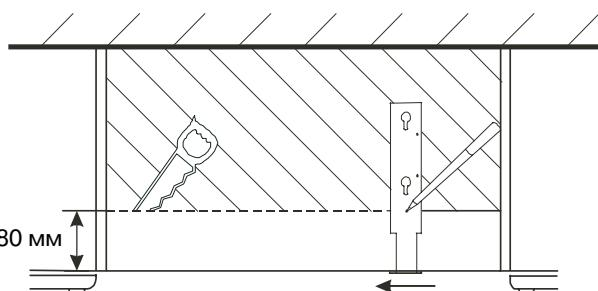

Рис. 9
## Монтаж вытяжного вентилятора в настенном шкафу (рис. 9):
- 1 Начертите, используя монтажный шаблон, линию, как показано на рис. 9. Выпишите по этой линии и сделайте таким образом углубление в днище шкафа.